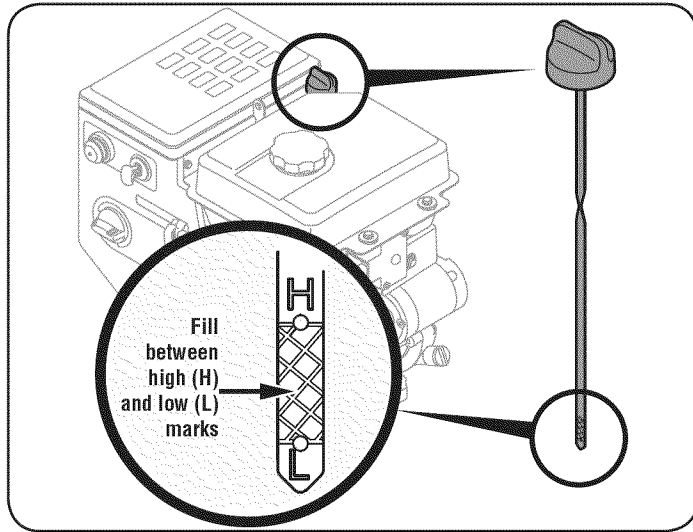

Figura 9
1. Retire el tapón de llenado de aceite / varilla y limpiar la varilla limpia. Ver Figura 9.
3. Retire el tapón de llenado de aceite / varilla medidora. Si el nivel es bajo, añadir el aceite lentamente hasta el nivel de aceite entre los registros de altura (H) y bajo (L), Figura 9. Consulte la sección de mantenimiento del motor para corregir el aceite de viscosidad del aceite del motor y la capacidad.